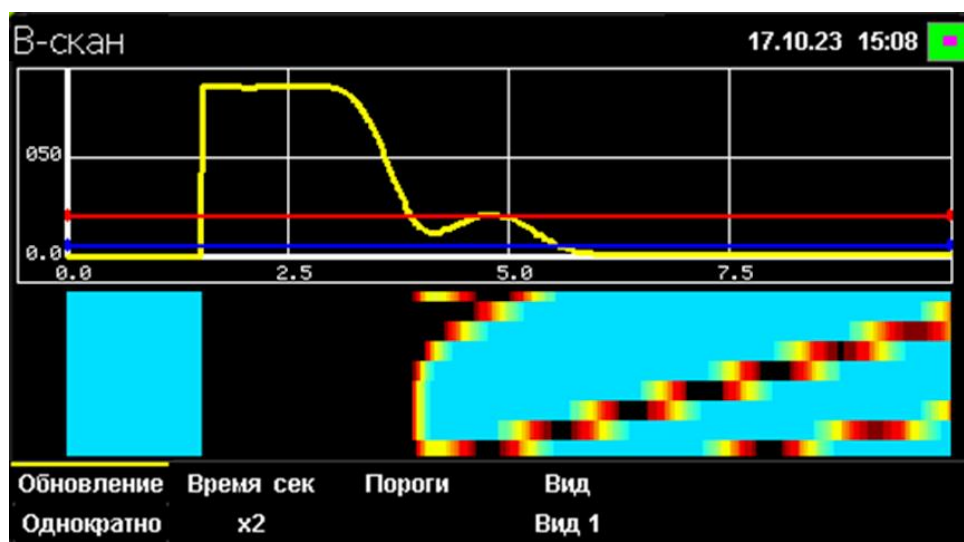

Рисунок 3.8 – Контекстное "ОК" меню. Окно «В-скан»
3.3.3 Для настройки В-скана и порогов использовать Контекстное меню (Рисунок 3.8). Открытие и операции с Контекстным меню выполнять в соответствии с пп. 2.4.2 - 2.4.5. Описание контекстного меню приведено в таблице 3.2.